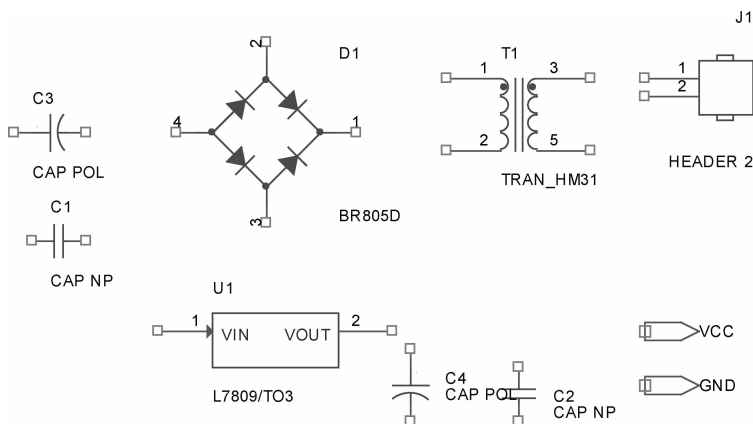

图 6-281 新建页上摆放元件
1) 在项目管理器中双击图页“Power”，进入原理图编辑环境，按照前面讲解的方法摆放元器件，如图 6-281 所示。